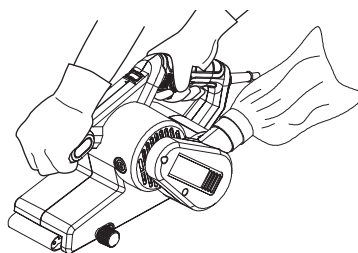

Fig. 15
2. Sujete el producto con una mano en el mango delantero (1) y con la otra en el mango trasero (5) (Fig. 15).